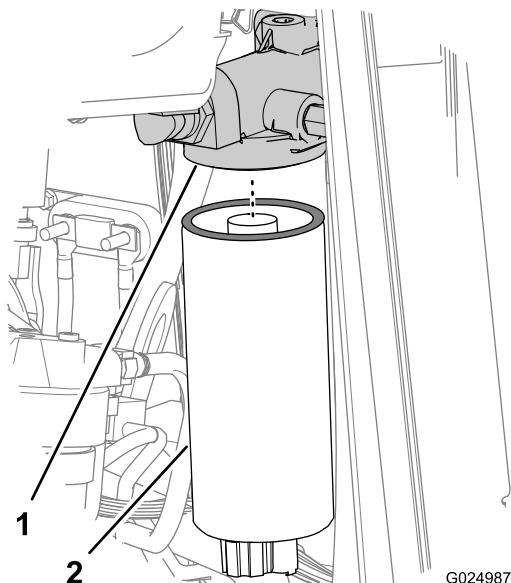
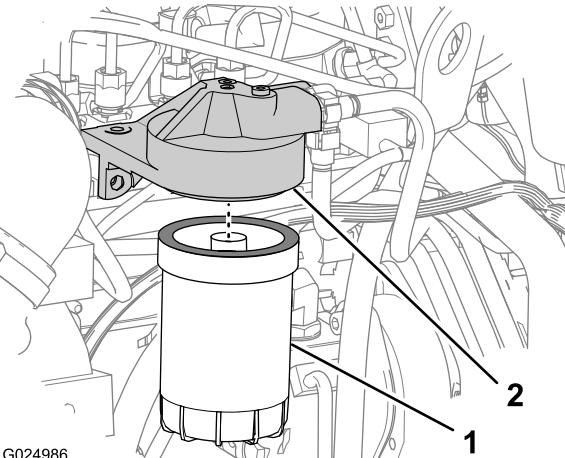

Figure 74
Figure 75
- Desserrez et déposez le préfiltre (Figure 74).
- Desserrez et déposez le filtre secondaire (Figure 75).
- Essuyez les plans de joint des adaptateurs du préfiltre et de l'élément secondaire du filtre à carburant (Figure 74 et Figure 75).
- Montez le préfiltre sur l'adaptateur et serrez le filtre jusqu'à ce que le joint touche la surface de la tête du filtre (Figure 74).
6. Montez l'élément secondaire sur l'adaptateur et serrez le filtre jusqu'à ce que le joint touche la surface de la tête du filtre (Figure 75).